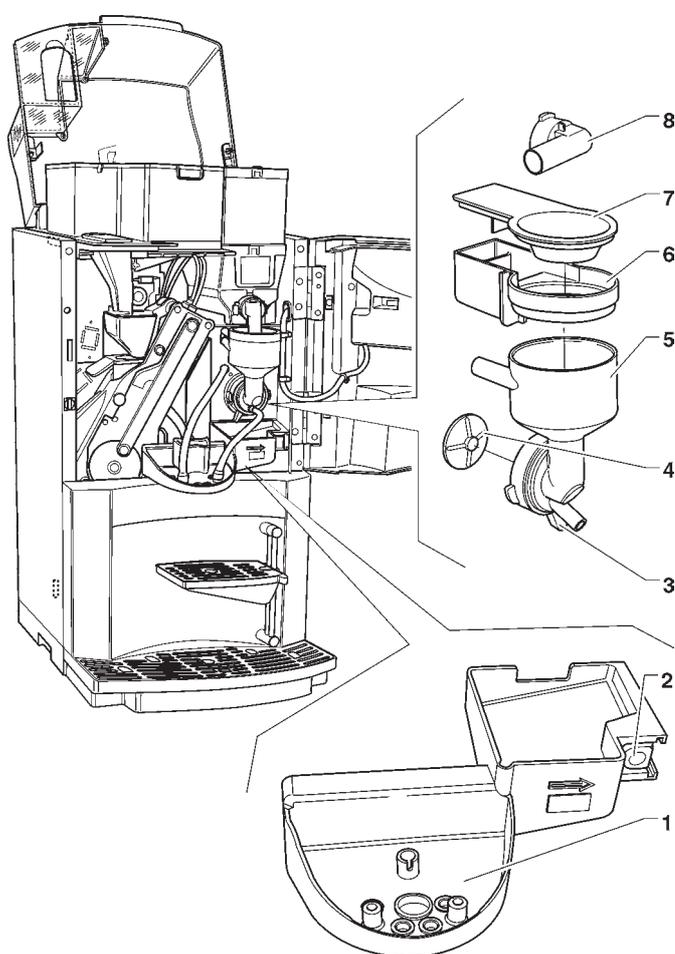

Fig. 9
- enlever des mixers les convoyeurs, les entonnoirs des poudres et les entonnoirs de l'eau, les tiroirs des poudres et les rotors des mixers (voir fig. 9) ;
Après chaque chargement, ou chaque semaine, il convient de nettoyer les parties externes du groupe café en éliminant les résidus de poudre, et en particulier la zone de l'entonnoir café, au moyen d'un pinceau ou d'un petit aspirateur (voir Fig. 9).